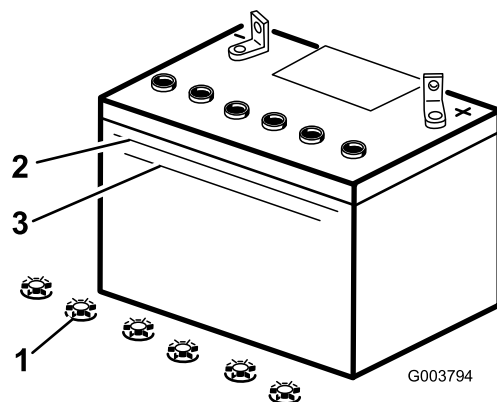

Figure 31
3. Observez le côté de la batterie. Le niveau de l'électrolyte doit atteindre le trait supérieur (Figure 31). Le niveau d'électrolyte ne doit pas descendre au-dessous du trait inférieur (Figure 31).
3. Enlevez les bouchons de remplissage de la batterie (Figure 31).
4. Versez de l'eau distillée avec précaution dans chaque élément jusqu'au repère supérieur (Figure 31) sur le côté de la batterie.
5. Attendez cinq à dix minutes après avoir rempli les éléments. Au besoin, ajoutez de l'eau distillée pour amener le niveau jusqu'au repère supérieur sur le côté de la batterie (Figure 31).